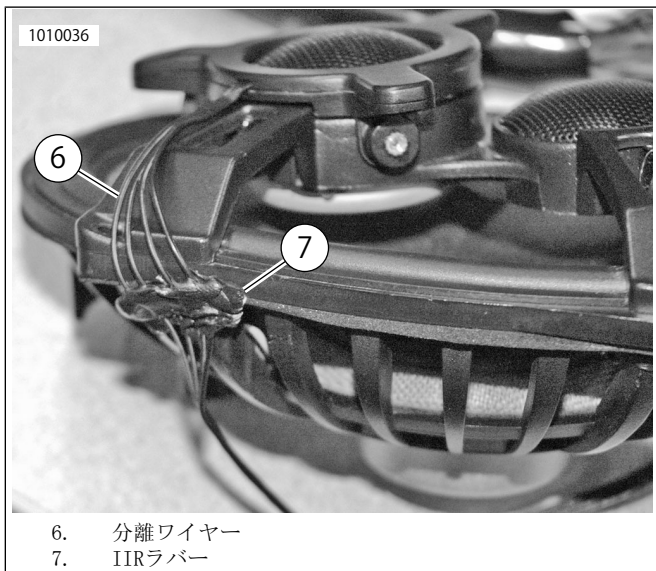
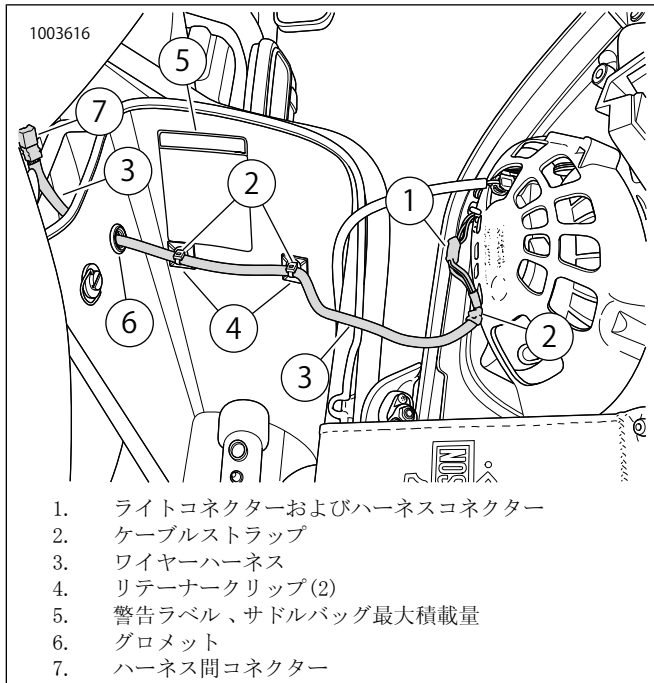

図22。IIRラバー
図24。サドルバッグワイヤーの取り回し
14. ツイーターブリッジ(5)レグに沿ってケーブル(4)を取り回します。キットのテープを適切な長さに切り、それを使ってツイーターブリッジの裏にケーブルを固定します。各ワイヤーが個別に分かれているエリアがライトエンジンの近くにありますが、そのエリアを見つけます。図22を参照してください。この分離ワイヤー(6)エリアがスピーカーガスケットに位置していることを確認します。ガスケットエリアに位置している分離ワイヤーの上に、小さな(豆粒大の)IIRラバー(7)ストリップを配置します。図24を参照してください。ケーブルストラップ(2)を使ってスピーカーの裏にケーブルを固定します。
15. 図24を参照してください。ハーネス(3)の先端から約11cm(4-1/2インチ)だけ、グロメット(6)をずらします。こうすると、グロメットを取り付けたときに、約11cm(4-1/2インチ)だけサドルバッグの外側に残ります。
18. 図24を参照してください。ライトエンジンからハーネスまでコネクタ(1)を接続します。ケーブルストラップ(2)を使って、接続部の付近でハーネスをスピーカーに固定します。